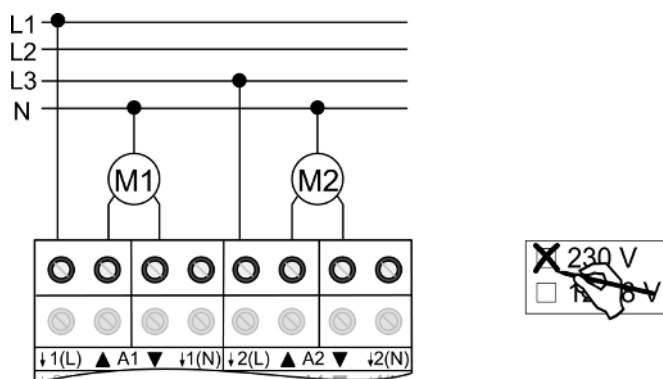

рисунок 5: Подключение двигателя без автоматического определения времени хода
- Подключите двигатели (см. рисунок 5).
- Укажите применение **230 V** на этикетке (см. рисунок 5).
- i** Подключения нулевых проводов (14) предназначены только для определения времени хода и не обеспечивают нулевой потенциал.